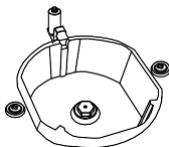
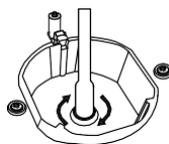

Figure 4
Figure 5
2. Veuillez retirer le gicleur (figure 4) du brûleur à l'aide d'une clé spéciale et installez un nouveau gicleur. (figure 5)